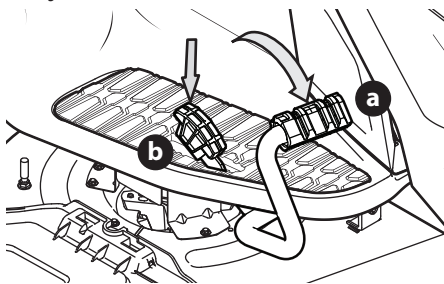

Fig. 27
- Para conducir HACIA ADELANTE, presione lentamente el pedal de marcha adelante (a) hasta alcanzar la velocidad deseada (Fig. 27).
- Para conducir MARCHA ATRÁS, verifique que el área de atrás esté despejada; luego presione lentamente hacia adelante el pedal de marcha atrás (b) hasta alcanzar la velocidad deseada (Fig. 27).